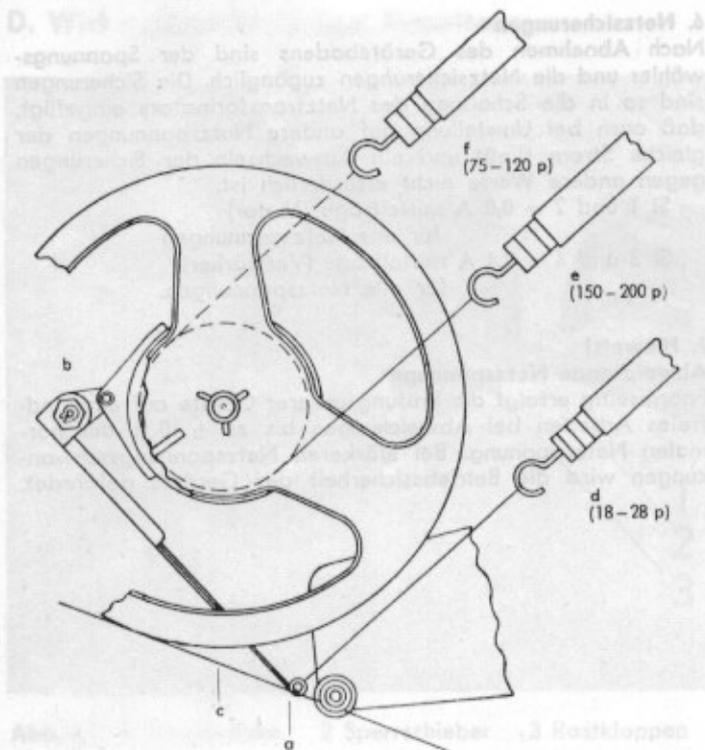

Abb. 9 Durchmesser des Spulenkerns 60 mm
2. Justierung der Bremsen (siehe Abb. 9)
Die mit der Federwaage ermittelten Kräfte sollen sich etwa wie 1 : 1,8 bis 1 : 2 verhalten (Keilwirkung!). Wird dieses Verhältnis nicht erreicht, so muß die Exzenterbuchse (b) nachgestellt werden. Bewegt sich dabei der Bremshebel in Richtung der Bandführung, so wird das Verhältnis kleiner, bewegt er sich entgegengesetzt, — größer. Die Lage des Steuerstiftes zum Tonband muß dann nach (c) durch Biegen des flachen Bremshebelschenkels nachjustiert werden. Die in Abb. 9 bei e und f angegebenen Kräfte können als Richtwerte angesehen werden, um auf die vorgeschriebenen Bandzugwerte (IVA 1) zu kommen.